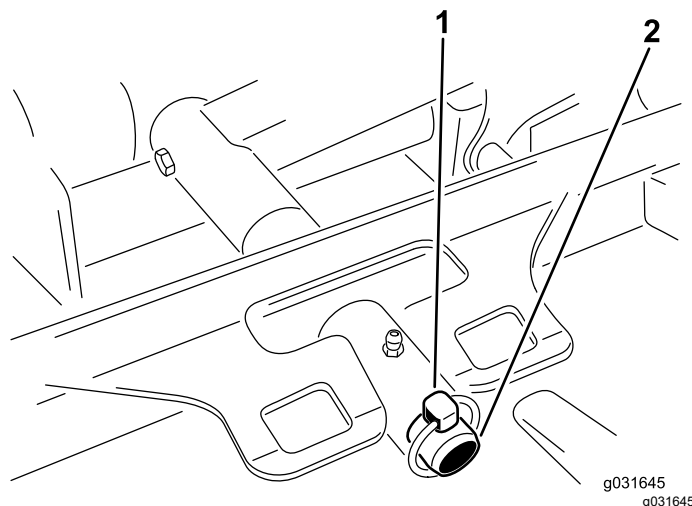

Рисунок 69
3. Снимите шплинт с кольцом или крепежную гайку, с помощью которых несущая рама режущего блока крепится к оси поворота подъемного рычага (Рисунок 69).
3. Наденьте несущую раму режущего блока на ось поворота подъемного рычага и закрепите ее шплинтом с кольцом или крепежной гайкой (Рисунок 69).